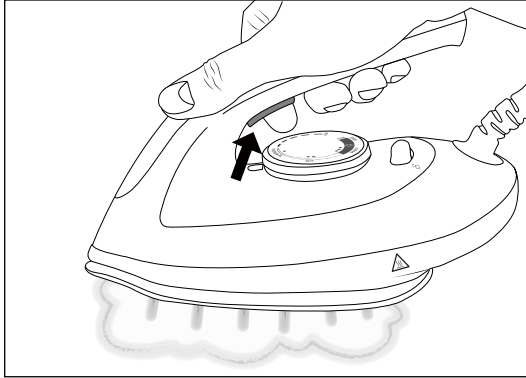

Fig. 9
- 5) Mientras plancha el tejido, mantenga pulsado el botón del vapor **2** para que salga vapor de forma continua por la suela **8** (consulte la fig. 9).